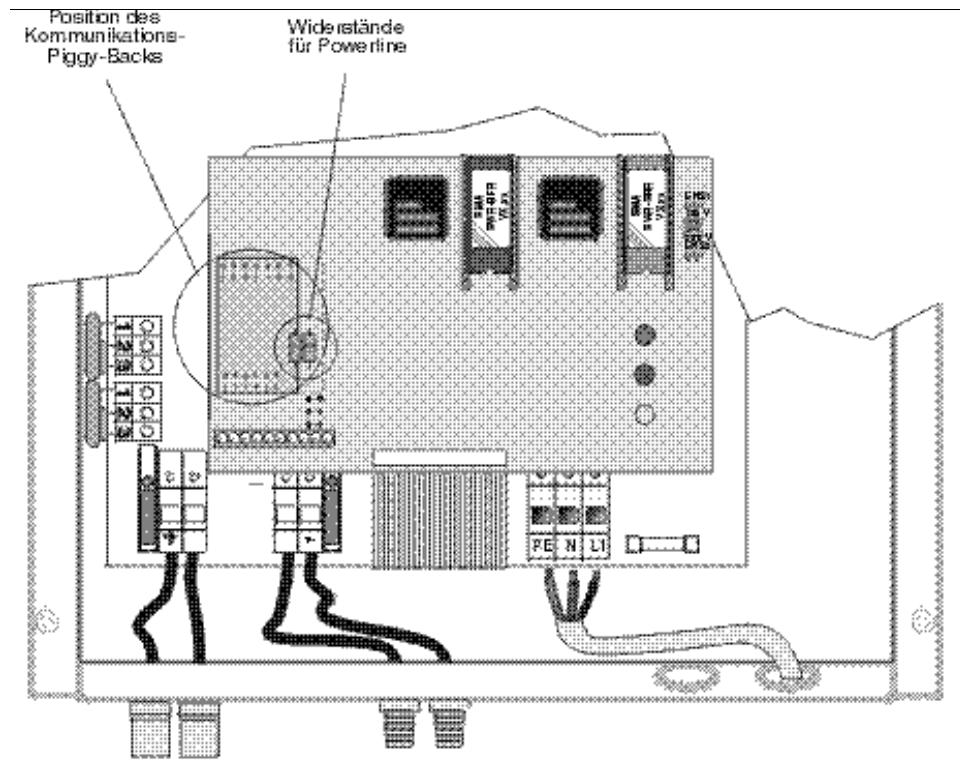

Abbildung 6.7: Sunny Boy 2400 Betriebsführungsplatine
- Die Huckepack-Platine NLM für den *Sunny Boy* ist vorhanden (siehe Abbildung 6.7).
- Die Widerstände unter dem NLM Piggy Back müssen für Powerline-Kommunikation vorhanden sein (siehe Abbildung 6.7 auf Seite 54).
- Entfernen Sie die eventuell vorhandenen hellblauen Drahtbrücken (Widerstände in Abbildung 6.7) auf der Betriebsführungsplatine, indem Sie diese Bauteile mit einem kleinen Seitenschneider heraustrennen.
- Vergewissern Sie sich bitte, ob die hellblauen Drahtbrücken (Widerstände in Abbildung 6.7) auf der Betriebsführungsplatine vorhanden sind. Fehlen diese, so müssen dort Drahtbrücken (entsprechend 0Ω Widerständen) eingelötet werden.